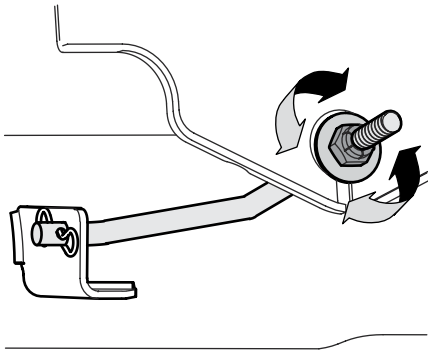

Figura 4-9
3. Localice la contratuercas y la tuerca de seguridad que se encuentran en la parte delantera de la ménsula estabilizadora. Consulte la Figura 4-9.